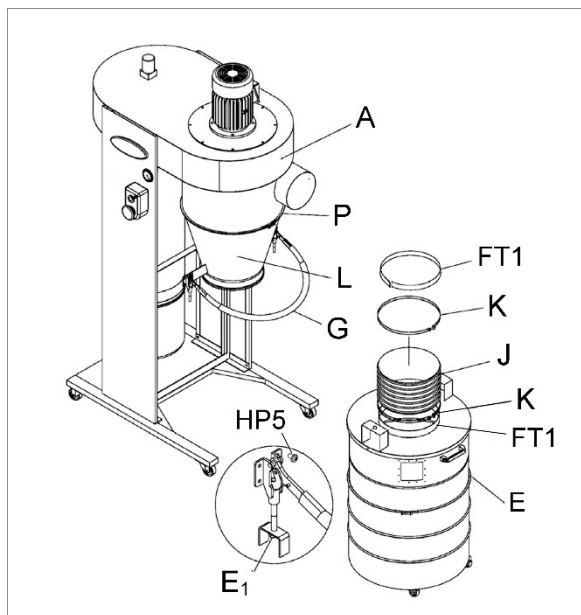

Рисунок 8
9. Установите конус (L, Рис. 8) на основной узел (A) и закрепите его хомутом конуса (P). Затяните винт на хомуте.
10. Приклейте полоску поролоновой ленты шириной 30 мм (FT1) вокруг конуса (L) чуть выше нижней кромки.
11. Приклейте полоску пенопластовой ленты шириной 30 мм (FT1) вокруг фланца крышки барабана (E).
12. Установите шланг (J) на конус и крышку барабана с помощью хомутов (K).
13. Установите быстросъемную ручку (G) на фланцы конуса с помощью винтов с цилиндрической головкой (HP5).
14. Прикрепите быстросъемную ручку к крышке барабана (E) с помощью гаек (E₁).